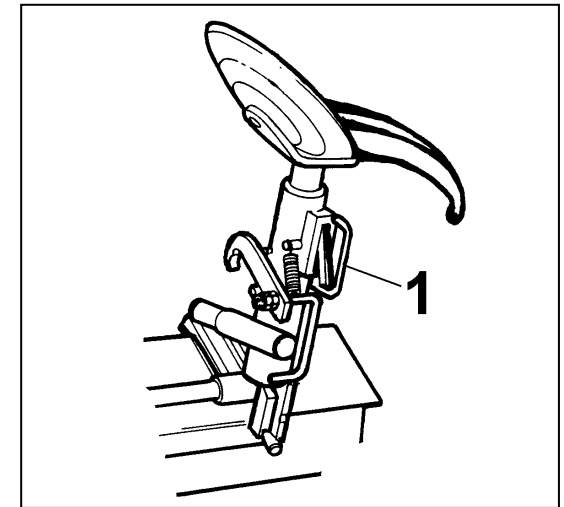

Fig.13
7. To turn the tool depress the handle (#1 Fig.13).
7. Pour tourner l'outil, baisser la béquille (#1 Fig.13).
7. Zum Drehen des Werkzeugs den Haltegriff #1 Abb.13 nach unten drücken. Zum Arretieren des Werkzeugs den Haltegriff wieder loslassen.